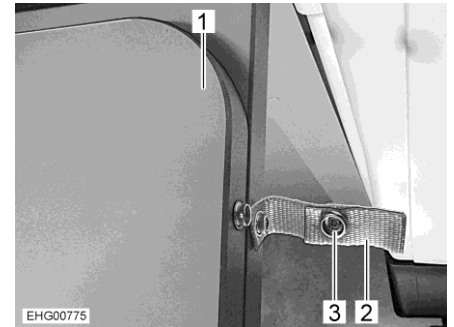

Fig. 54 Languette de sécurité
- Ouvrir le bouton pression (Fig. 54,3) de la languette de sécurité (Fig. 54,2).
- Déplier la rallonge de table (Fig. 54,1).
- Replier la rallonge de table (Fig. 54,1).
- Bloquer la rallonge du plateau de table avec une languette de sécurité (Fig. 54,2).